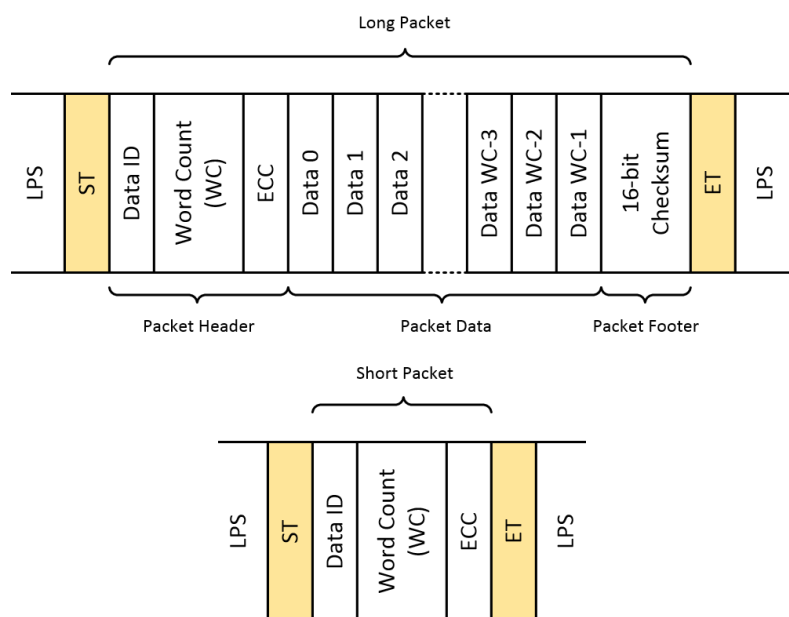
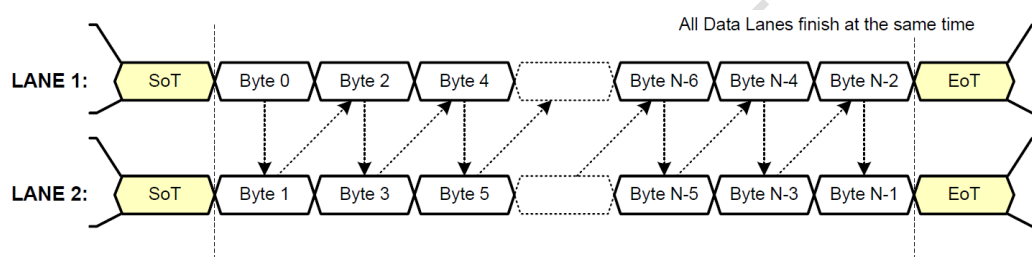
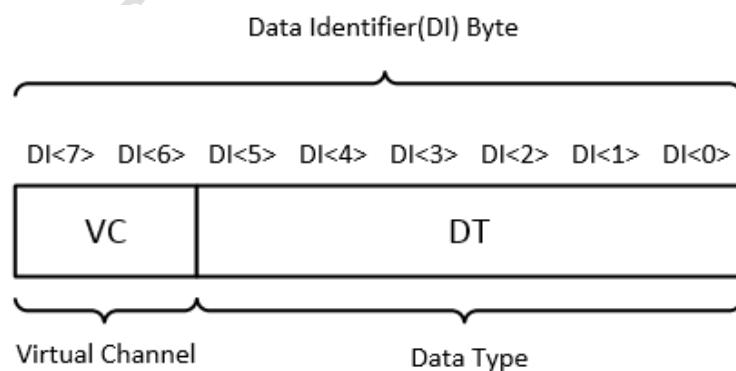

图 1-10 MIPI 长/短数据包结构示意图
图 1-11 MIPI 2-lane 模式数据包传输示意图
图 1-12 MIPI 数据包 DI 结构
图 1-10 展示了 MIPI 长、短数据包结构示意图。其中数据标识 DI(Data Identifier)用来区分不同的数据包类型。图 1-11 展示了 MIPI 工作在 2-lane 模式下的数据包传输示意图，需要注意的是，在 2-lane 模式下传输的一行数据包个数必须是偶数。图 1-12 中，DI 包括两部分，分别是虚拟通道（VC）和数据类型（DT）。默认情况下，Sensor 给出的 MIPI 数据 VC 值都是 0，而 DT 值如表 1-8 所示。
- 2) 1lane 及 2lane 模式的 lane 数据结构与图 1-10 一样。